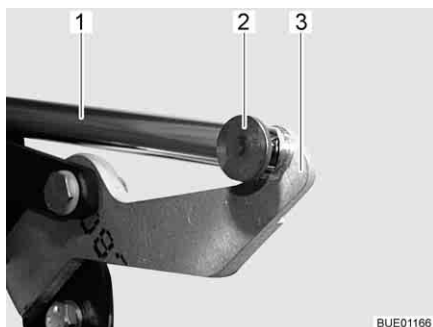

Fig. 107 Entraînement
- Retirer la jonction (par ex. goupille et broche) (Fig. 107,2) entre la tige de poussée (Fig. 107,1) et le levier (Fig. 107,3).